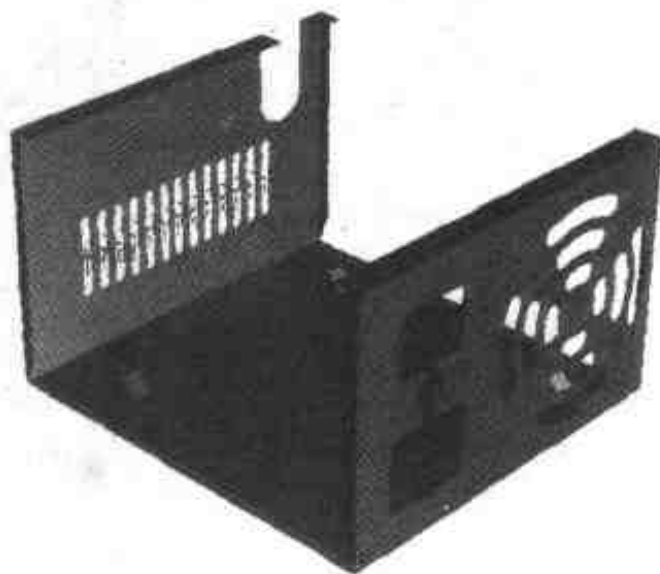

图 4.56 设计完成图
- (4) 适当转换视角，至此电源的钣金件的设计过程就完成了，如图 4.56 所示。